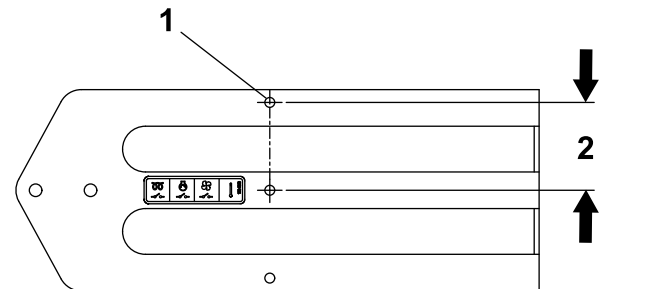
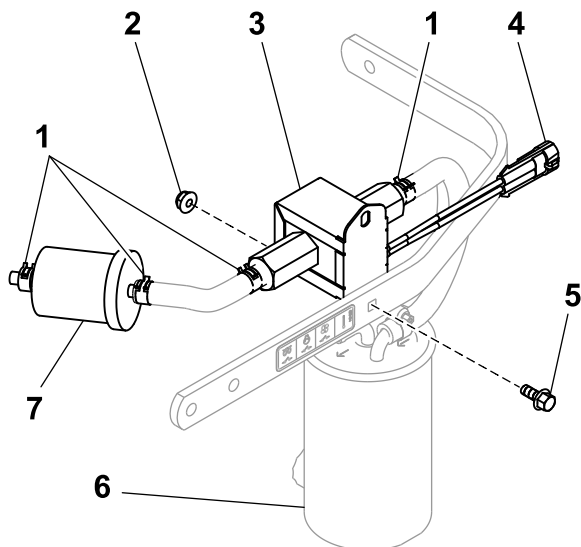
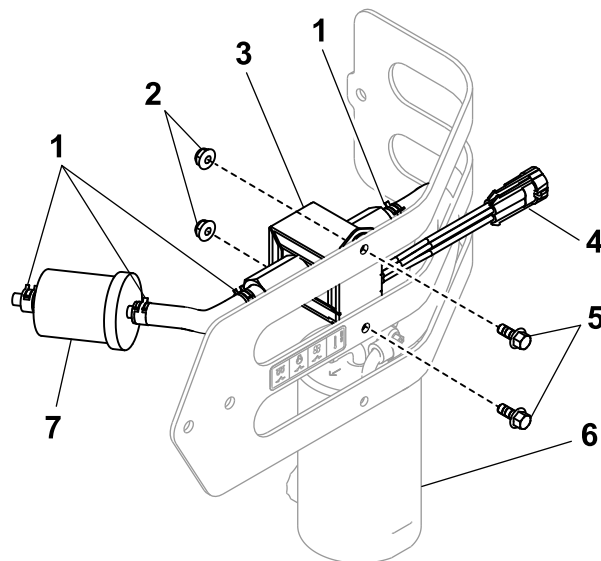

Bild 14
Bild 15
Bild 16
Verwenden Sie Bild 1, Bild 14, Bild 15 und Bild 16 für dieses Verfahren.
4. Nur für internationale Maschinen: Lokalisieren, markieren und bohren Sie ein Loch (7 mm) in die Schutzvorrichtung, wie in Bild 14 und Bild 16 dargestellt.
5. Bei Maschinen für den privaten Gebrauch wird die neue Kraftstoffpumpe mit einer Schraube (1/4" x 5/8") und einer Sicherungsmutter (1/4") durch das untere Loch in der Kraftstoffpumpe eingebaut; siehe Bild 15. Für Maschinen für den privaten Gebrauch wird nur eine Mutter und eine Schraube verwendet.
6. Befestigen Sie bei internationalen Maschinen die neue Kraftstoffpumpe durch beide Löcher in der Kraftstoffpumpe und befestigen Sie diese mit zwei Schrauben (1/4" x 5/8") und zwei Sicherungsmuttern (1/4"); siehe Bild 16.